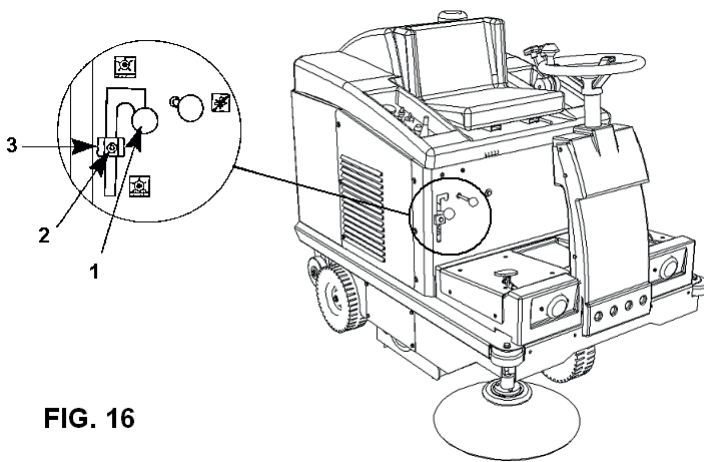

FIG. 16
- Den Hebel Teil 1 Abb. 16 so stellen, dass die Hauptkehrbürste angehoben ist.
- Die Schraube Teil 2 Abb. 16 lockern.
- Das Justierelement Teil 3 Abb. 16 um 3/4 mm oder um das erforderliche Maß niedriger setzen.
- Das Justierelement mit der Schraube Teil 2 Abb. 16 festspannen.
- Den Hebel Teil 1 Abb. 16 über das Justierelement Teil 3 Abb. 16 positionieren.
- Die Verstellung der Hauptkehrbürste ist so lange möglich, bis das Justierelement Teil 3 Abb. 16 den Endanschlag erreicht; wird diese Stelle erreicht, ist die Hauptkehrbürste zu ersetzen.